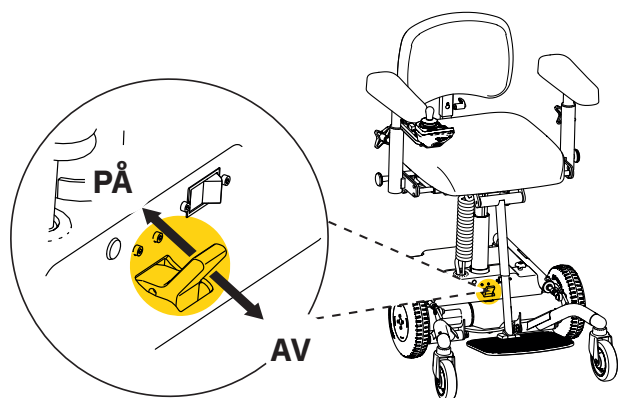

Figure 3.2. Débrayage du frein.
- Sur une surface plane, déplacer le produit en le faisant rouler. Pour que le produit puisse rouler, le frein doit être débrayé. Pour cela, faire passer le réglage sur la position AV. Pour activer le frein, mettre le réglage sur la position PÅ (voir figure 3.2).